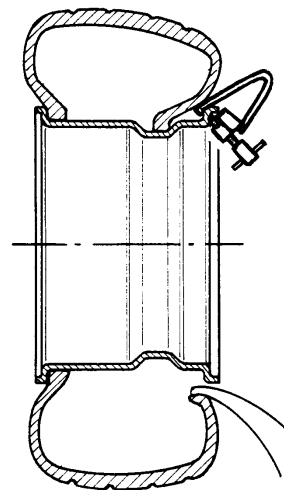

Fig.36
4. Tourner l'autocentreur dans le sens des aiguilles d'une montre jusqu'à ce que le pneu soit complètement monté. Veiller à ce que le talon extérieur descende dans le creux de la jante quand l'étau est en position diamétralement opposée à l'outil (Fig.36).